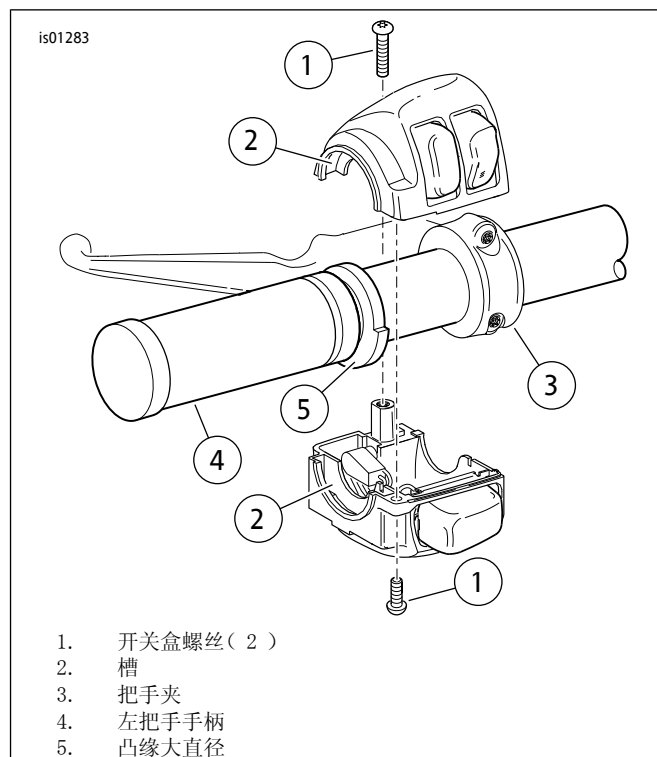

图5. 左侧把手开关盒
3. 参见图5。放置左侧加热手柄 (4), 使凸缘 (5) 大直径部分位于底部。将手柄完全推到把手上。
4. 请参阅图5, 其中介绍了如何安装类似的左侧开关。将下部开关盒放置在手柄下方, 使开关盒外侧的凹槽 (2) 与手柄末端的凸缘适配。